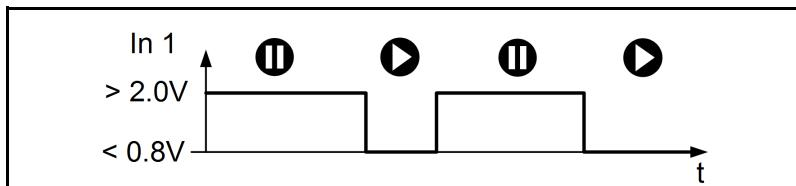

Fig. 63: Démarrage / arrêt contrôle de niveau
- ➔ La pompe démarre l'opération de pompage lorsque le niveau est inférieur à 0,8V et l'arrête lorsque le niveau est supérieur à 2,0V (voir Fig. 63).